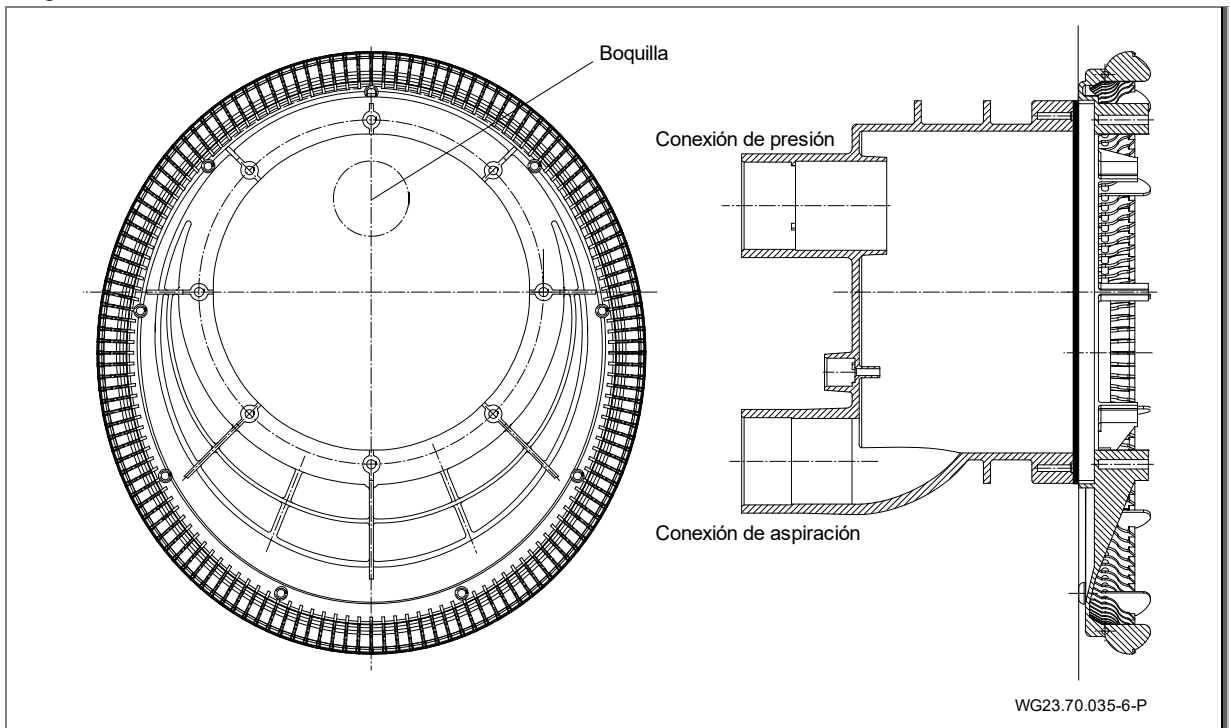
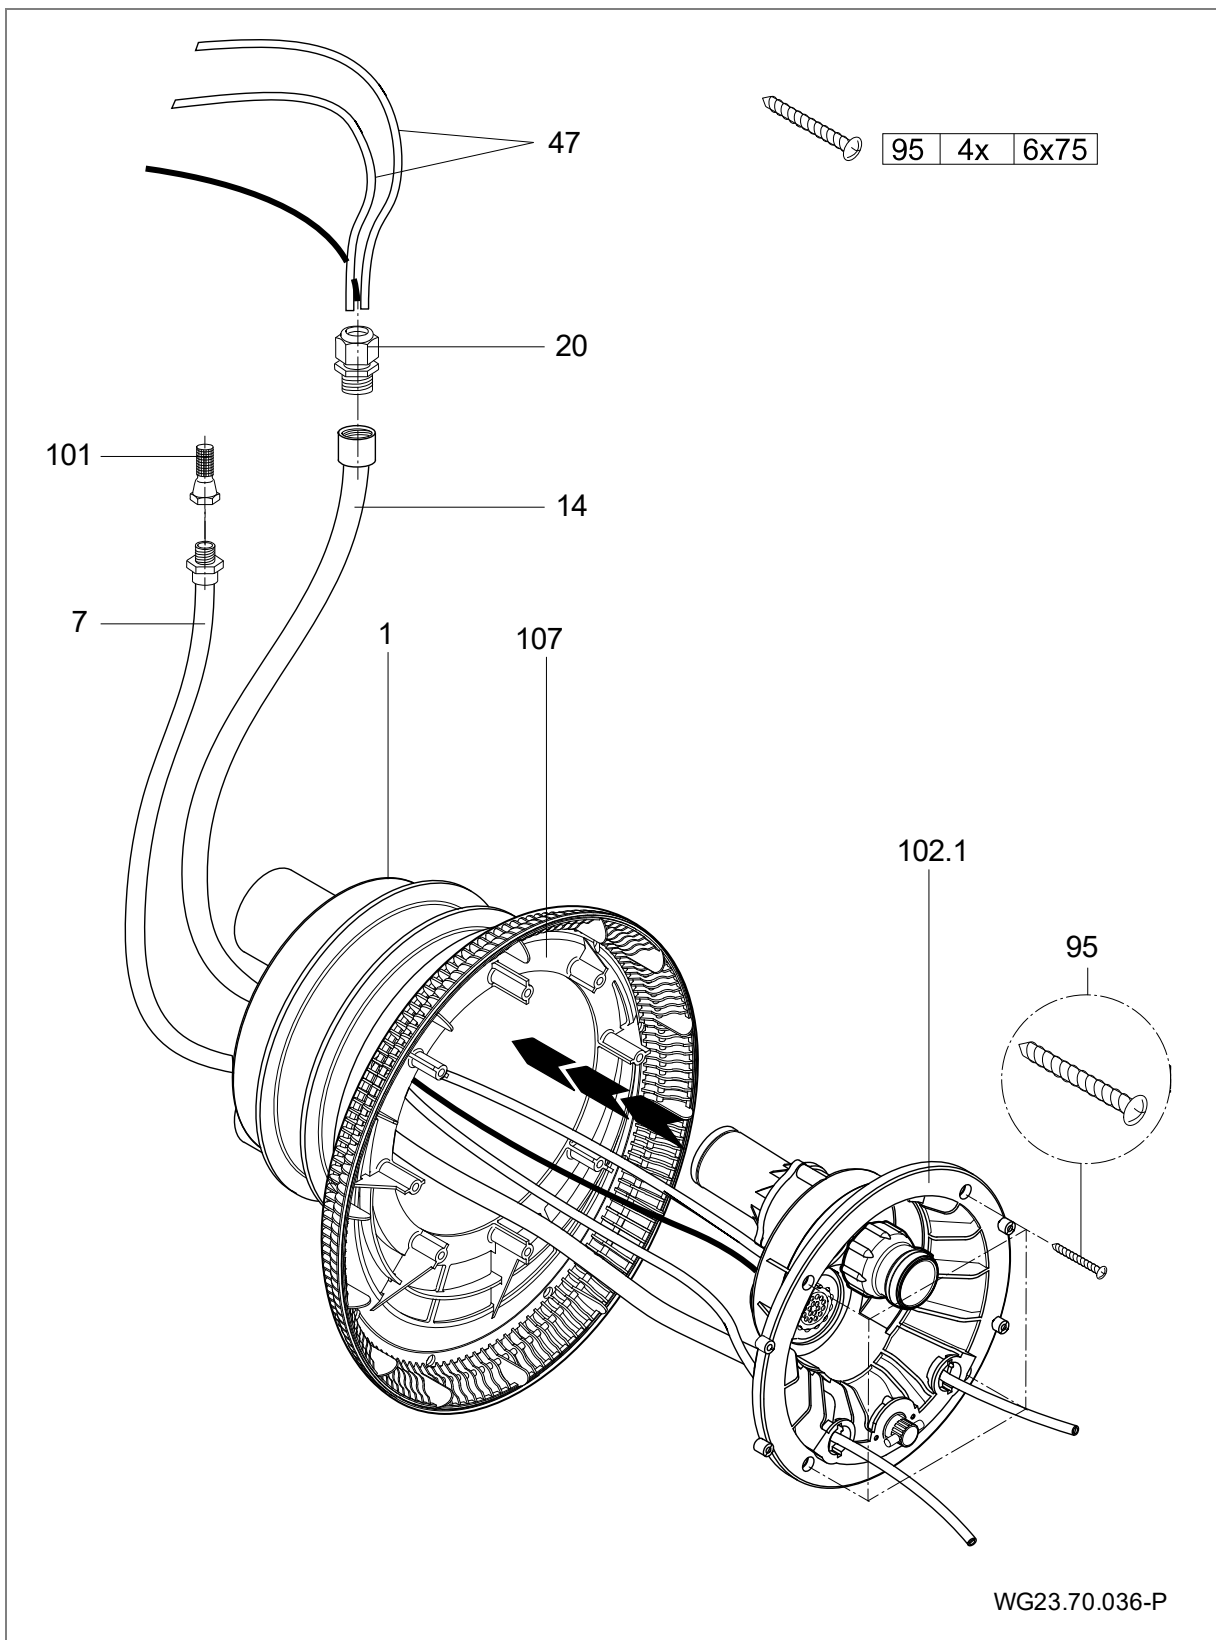

Fig. 17
Fig. 18
2. Colocar la carcasa de aspiración (107) en el anillo de apriete. Prestar atención a la posición de montaje. (Fig. 17)
3. Colocar la carcasa de las boquillas (102.1) contra la carcasa empotrada (1).
5. Montar la tubería de aire con la abrazadera (8) en el regulador de aire (21) instalado de fábrica.
6. Fijar la carcasa de las boquillas (102.1) a la carcasa empotrada (1) con cuatro tornillos de rosca (95). (Fig. 18)